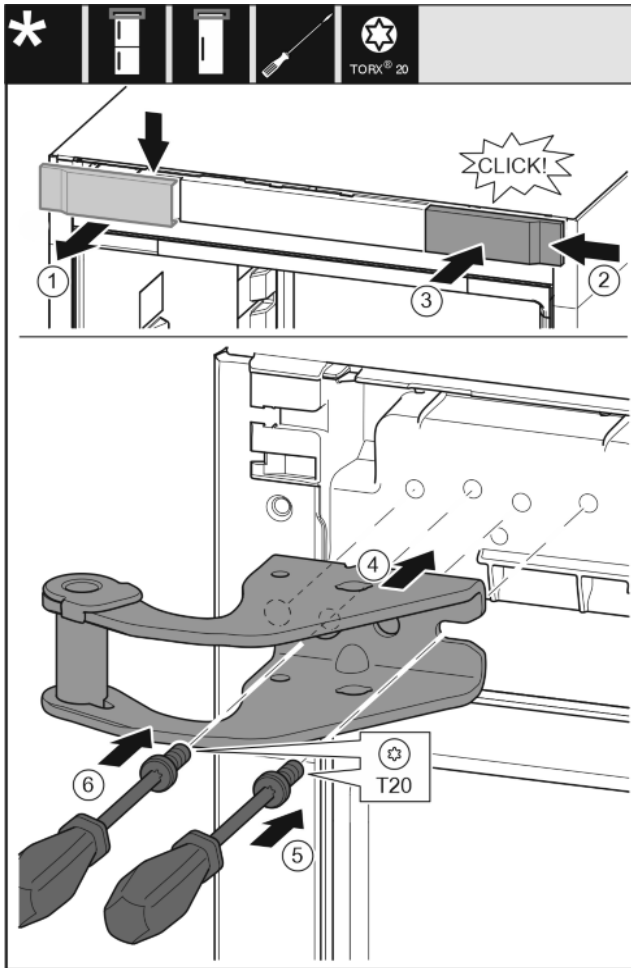

Fig. 12
- Detașați apărătoarea de sus spre înainte. Fig. 12 (1)
- Acroșați pe cealaltă parte din dreapta capacul rotit cu 180°. Fig. 12 (2)
- Fixați în poziție apărătoarea. Fig. 12 (3)
- Așezați suportul de lagăr superior. Fig. 12 (4)
- Așezați și înșurubați ferm șurubul cu șurubelnița T20. Fig. 12 (5)
- Introduceți și înșurubați ferm șurubul cu șurubelnița T20. Fig. 12 (6)